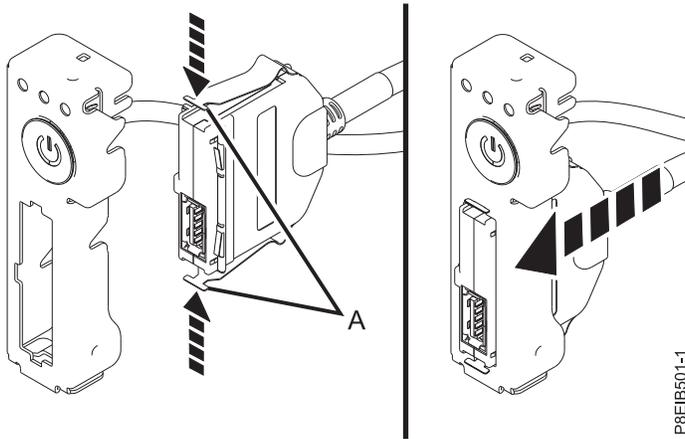

図 108. 電源スイッチへの前面 USB ケーブルの接続
3. 前面 USB ケーブルを電源スイッチに接続します。保持ラッチ (A) を押し入れて、USB ポートを電源スイッチにロックします。 図 108を参照してください。